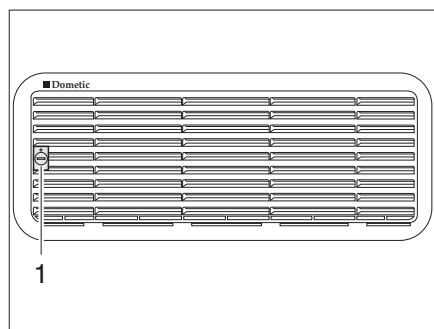
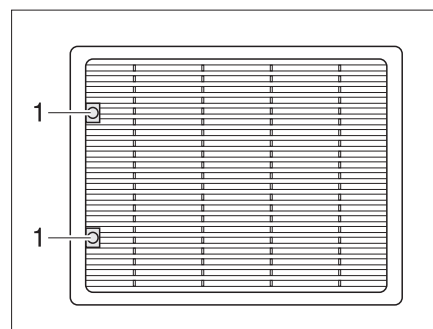

Fig. 347 Rejilla de ventilación del frigorífico (Dometic pequeño)
Fig. 348 Rejilla de ventilación del frigorífico (Dometic grande)
- Girar el tornillo (Fig. 347,1 ó Fig. 348,1) un cuarto de vuelta con la ayuda de una moneda.